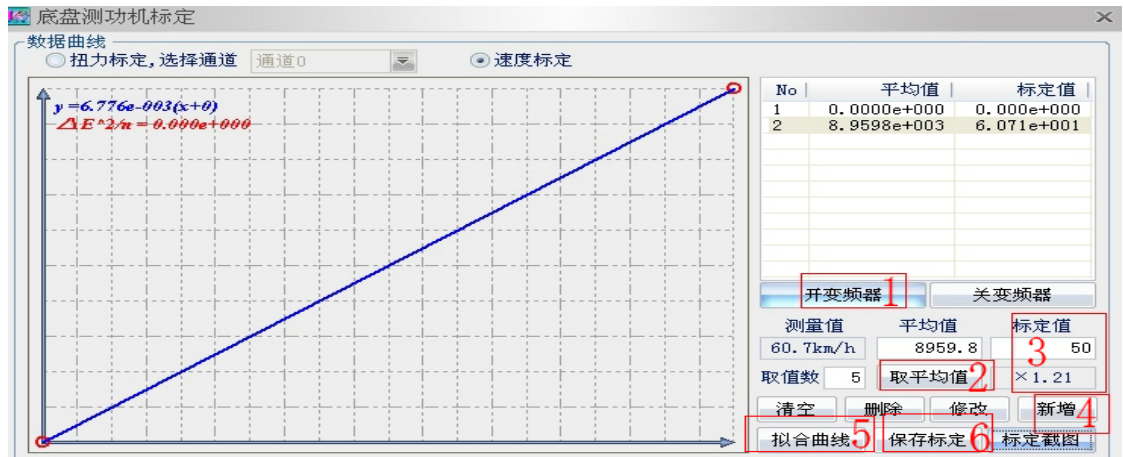

图 4.17
(2)、然后将变频器频率设到 50（详见上文“变频器设置”），然后执行“开变频器”命令，使电机带动滚筒加速转动，当滚筒转动速度保持稳定后，点击“取平均值”。因为标定值下面已经有速度和频率的比率 1.21，所以在“标定值”框内可以直接输入此时变频器的频率数值 50（FVET 软件会根据频率数值和比率直接计算出此时的速度），点击“新增”，将标定点“50”及其对应的“平均值”8959.8 增加到标定坐标系中。然后点击“拟合曲线”与“保存标定”，将速度标定数据保存到单片机中（见图 4.17），完成速度标定。